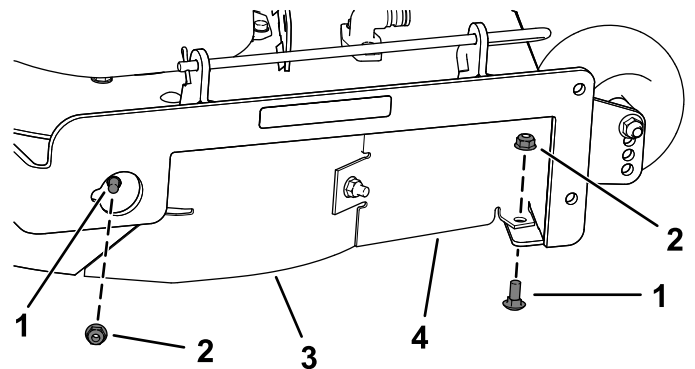

Figura 13
7. Retire los 2 pernos de cuello cuadrado (5/16" x 3/4") y las 2 contratuercas (5/16") que sujetan el deflector derecho y el protector del deflector montados en la carcasa del cortacésped (Figura 13).